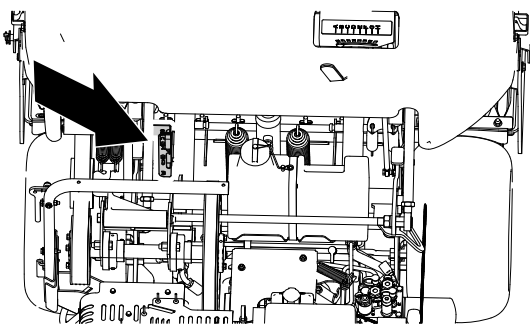

**Рисунок 31**
2. Поднимите рычаг защелки капота и поднимите капот, чтобы снять его с машины (Рисунок 31).